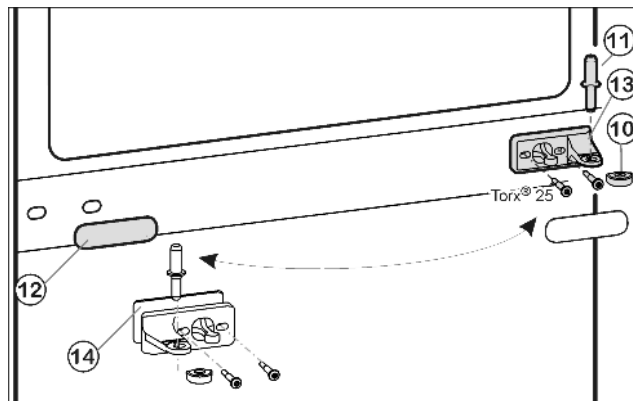
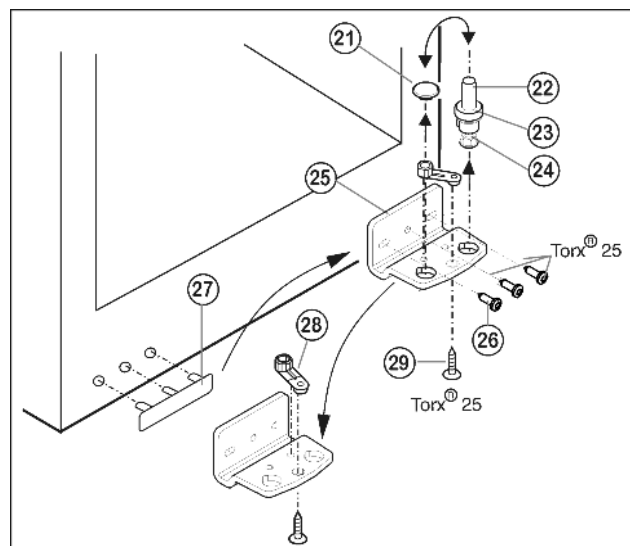

Fig. 5
Fig. 6
- ▶ Вытащите из опорного кронштейна и нижней дверцы средний опорный винт Fig. 5 (11).
- ▶ Снимите пластмассовый колпачок Fig. 5 (10).
- ▶ Открутите средний опорный кронштейн Fig. 5 (13) (2 шт. Torx® 25).
- ▶ Осторожно снимите накладку Fig. 5 (12).
- ▶ Прикрутите средний опорный кронштейн Fig. 5 (13) с подкладкой Fig. 5 (14) с поворотом на 180° на новую сторону шарнира (с моментом 4 Нм).
- ▶ Защелкните накладку Fig. 5 (12), повернув на 180°, на стороне, где теперь будет ручка.
- ▶ Извлеките опорный винт Fig. 6 (22) в комплекте с шайбой Fig. 6 (23) и регулируемой опорой Fig. 6 (24), вытягивая его вверх.
- ▶ Снимите пробку Fig. 6 (21).
- ▶ Открутите Fig. 6 (26) опорный кронштейн Fig. 6 (25).
- ▶ Открутите Fig. 6 (29) опорную деталь Fig. 6 (28) и, переставив в отверстие на противоположной стороне опорного кронштейна, снова прикрутите.
- ▶ Осторожно снимите и переставьте на противоположную сторону крышку со стороны ручки Fig. 6 (27).
- ▶ Снова прикрутите опорный кронштейн Fig. 6 (25) на новой стороне шарнира (с моментом 4 Нм). При необходимости используйте аккумуляторный шуруповерт.
- ▶ Переставьте пробку Fig. 6 (21) в свободное отверстие.
- ▶ Вновь установите опорный винт Fig. 6 (22) в комплекте с шайбой и регулируемой опорой. При этом фиксатор должен быть направлен назад.
- ▶ Установите нижнюю дверцу сверху на нижний опорный винт *Fig. 6 (22)*.
- ▶ Снова наденьте пластмассовый колпачок *Fig. 5 (10)* на средний опорный кронштейн *Fig. 5 (13)*.
- ▶ Вставьте средний опорный винт *Fig. 5 (11)* на новой стороне шарнира через средний опорный кронштейн *Fig. 5 (13)* в нижнюю дверцу.
- ▶ Установите верхнюю дверцу на средний опорный винт *Fig. 5 (11)*.
- ▶ При необходимости выровняйте дверцы через два продольных паза в нижнем опорном кронштейне *Fig. 6 (25)* и среднем опорном кронштейне *Fig. 5 (13)* параллельно корпусу устройства. Для этого выкрутите средний винт на нижнем опорном кронштейне *Fig. 6 (25)*.